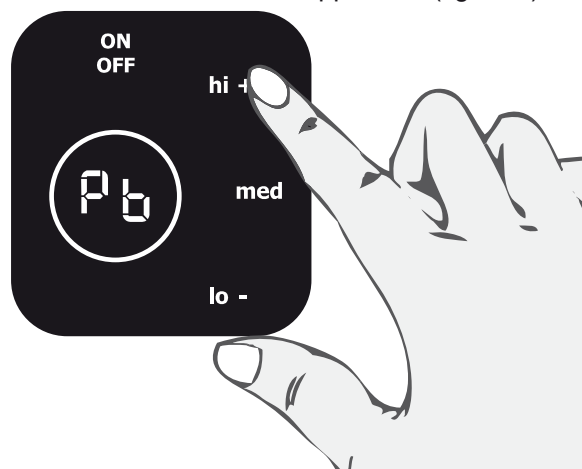

Figure 1
- Appuyez sur la touche **hi +** sur le contrôleur de la zone de cuisson et "**Pb**" apparaîtra (figure 1).
- La grille du four du bas doit toujours être en place lorsqu'un mode de cuisson ou le mode garder chaud est utilisé. Assurez-vous que les bords recourbés de la grille sont déposés dans le fond du tiroir (Figure 1). Ceci permet à l'air chaud de circuler entre le fond du tiroir et la nourriture placée sur la grille.